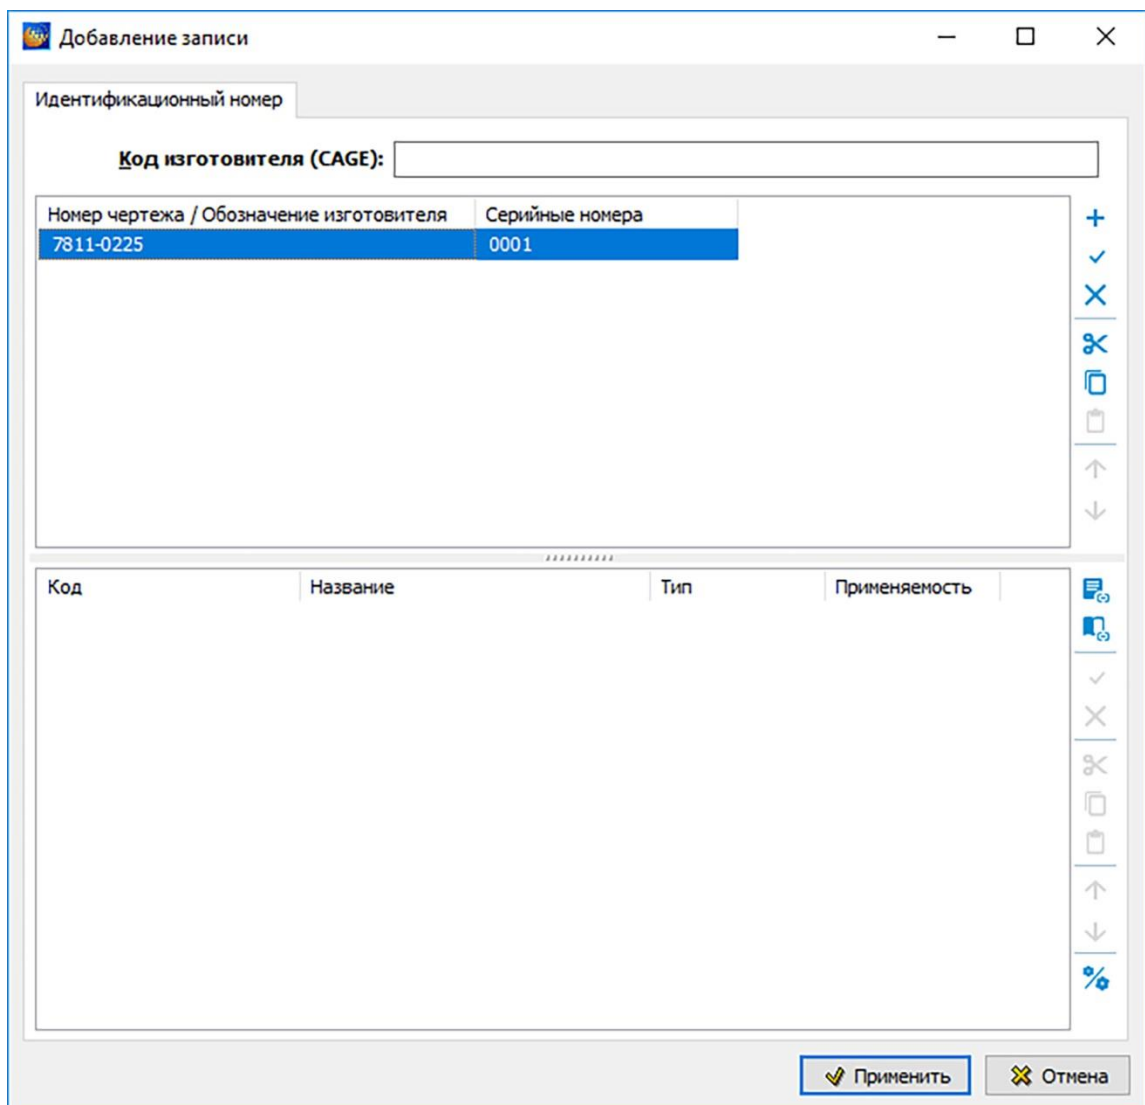

Рисунок 569
7) После ввода параметров обозначения компонента нажмите на кнопку **Применить** для возврата в окно **Добавление записи** для идентификационного номера (рисунок 569).